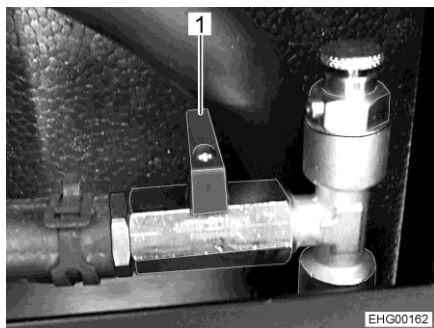

Bild 181 Kulventil (stängd)
- Ställ spaken (Bild 181,1) vinkelrät med rörledningen.